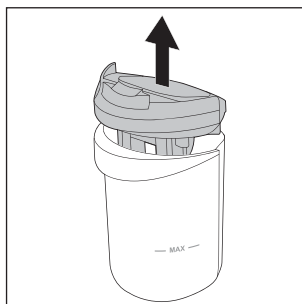

Fig. 21
- ◆ Estrarre il coperchio del contenitore dell'acqua sporca **9** dal contenitore dell'acqua sporca **2** tirandolo verso l'alto (vedere fig. 21).